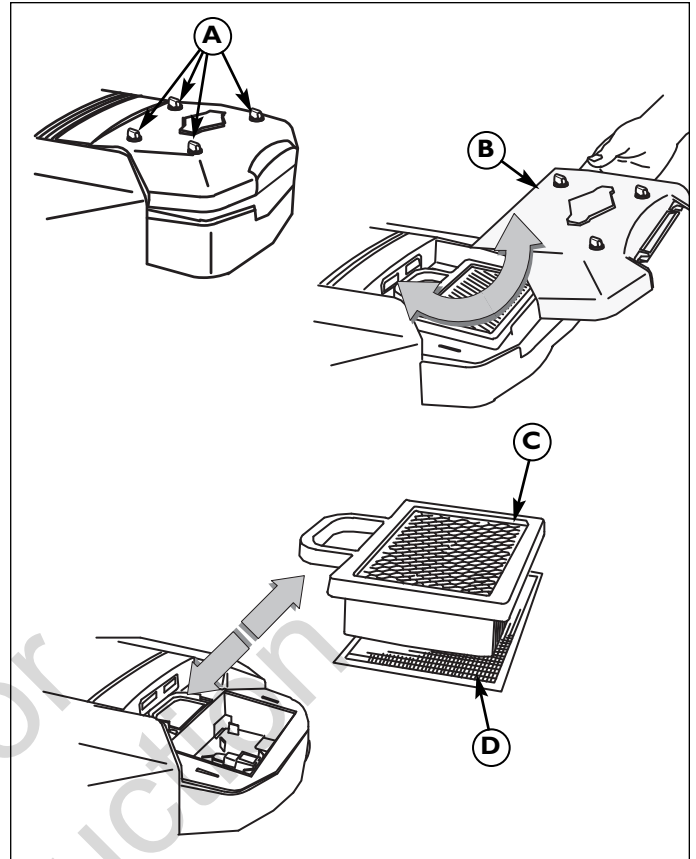

Figura 26. Conjunto del filtro de aire: Modelos Briggs & Stratton de dos cilindros
1. Desatornille las cuatro perillas (A, Figura 26) girándolas en el sentido contrario al de las agujas del reloj.
2. Retire la tapa (B). Retire el filtro (C) y el predepurador (D).
3. Instale el predepurador (D) con la malla hacia arriba. Instale el filtro (C) según se muestra.
4. Instale la tapa (B), asegurándose de que las lengüetas queden insertas en las ranuras correspondientes. Sujétela girando los tornillos en el sentido de las agujas del reloj hasta que se ajuste.